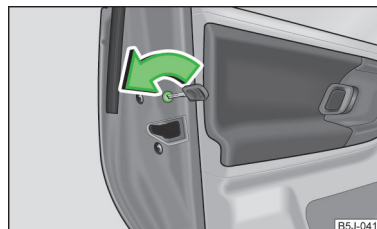

Fig. 10
- Rotiți cu cheia de contact fanta din portierele din spate în sensul săgeții » fig. 10.